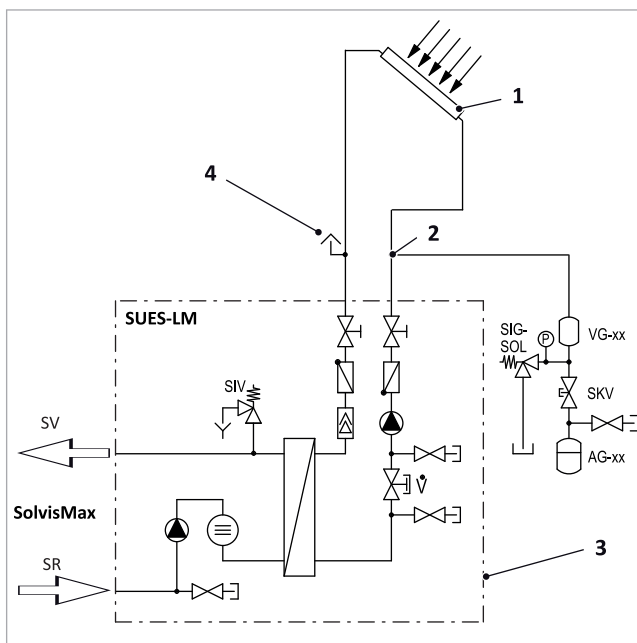

Abb. 7: Hydraulikschema Einbindung Luftabscheider
Die korrekte Position des Luftabscheiders (4) ist im Solarvorlauf, vor Eintritt in die Solarstation, siehe → Abb. 7.